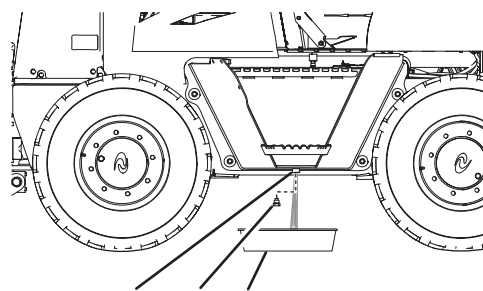

Figura 54
2. Desatornille el tapón de vaciado del depósito de combustible y elimine el agua (Figura 54).
3. Cuando aparezca combustible limpio, instale el tapón de vaciado y apriete con firmeza (Figura 54).